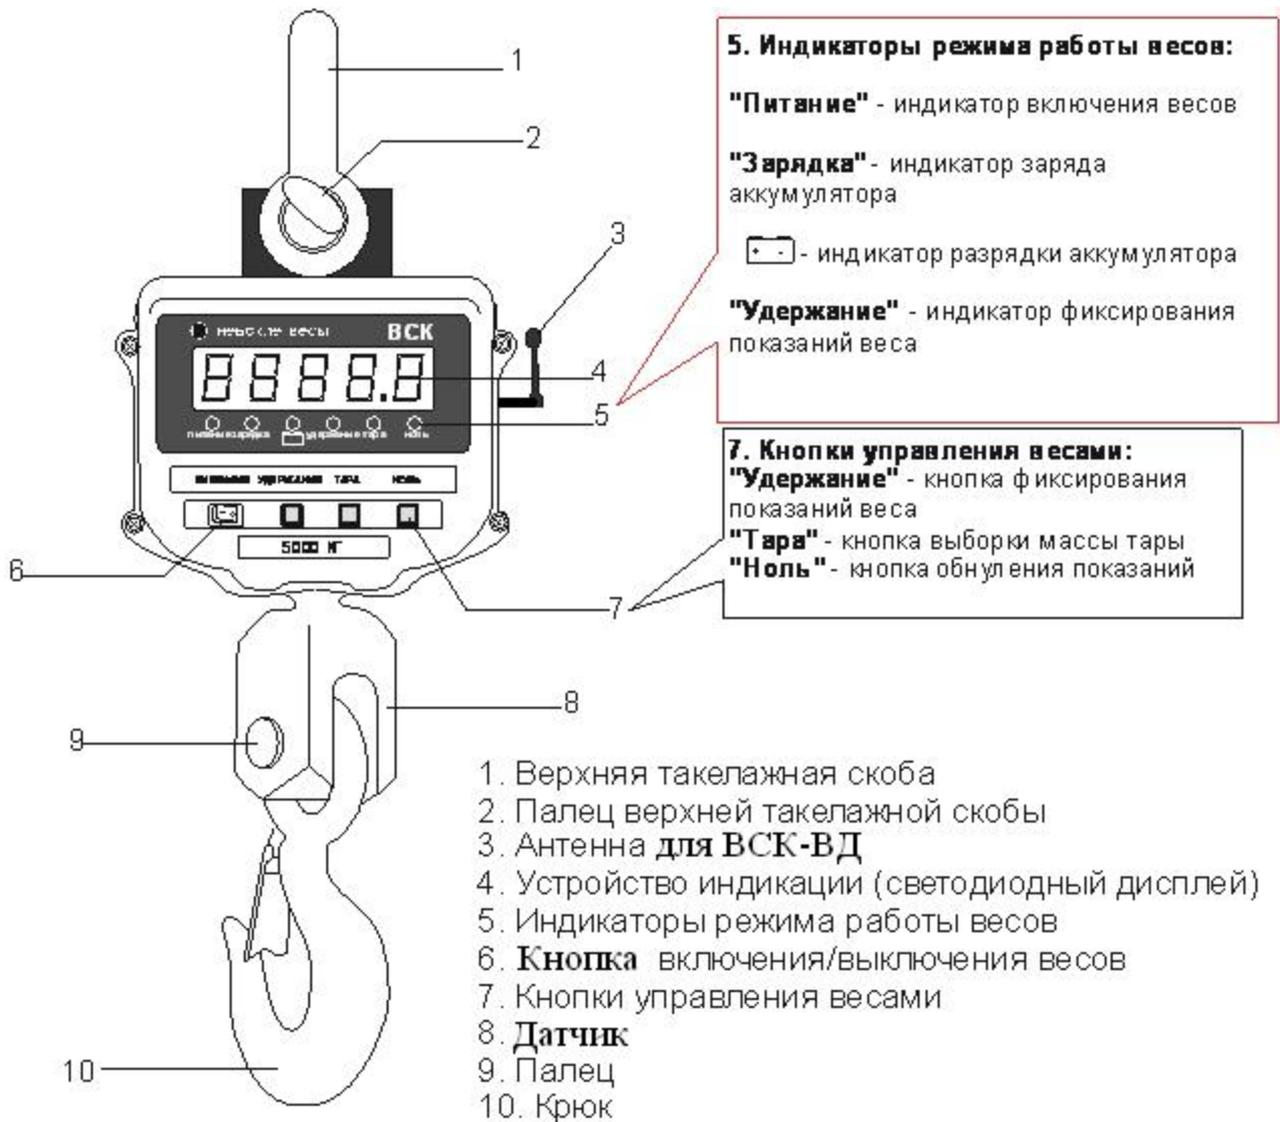

Рис.1 Внешний вид и основные узлы весов ВСК-В и ВСК-ВД
Рис.1а. Пульт управления
3.1 Включите весы, нажав кнопку включения/выключения весов (см. рис.1).
В процессе эксплуатации возможно включение и выключение весов с помощью кнопки D, расположенной на ПУ (см. рис. 1а)
Закончив работу, выключите весы, нажав кнопку включения /выключения весов (см. рис.1).